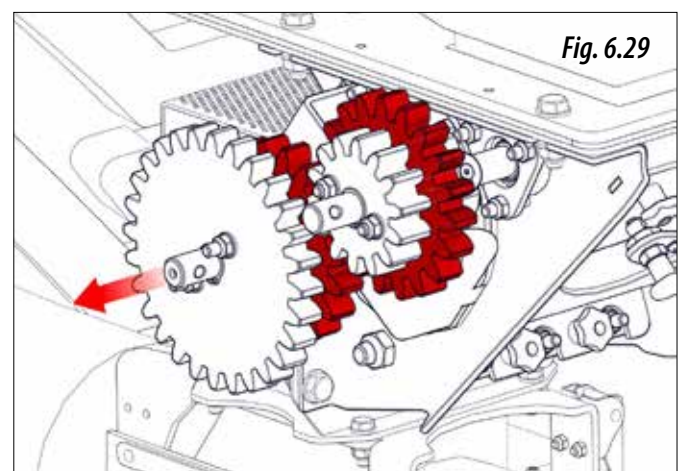

Fig. 6.29
- 1- La bague de verrouillage doit se trouver dans la **position N** (figure 6.29).
- 3- Placer les pignons du doseur dans la **position N** (figure 6.29).